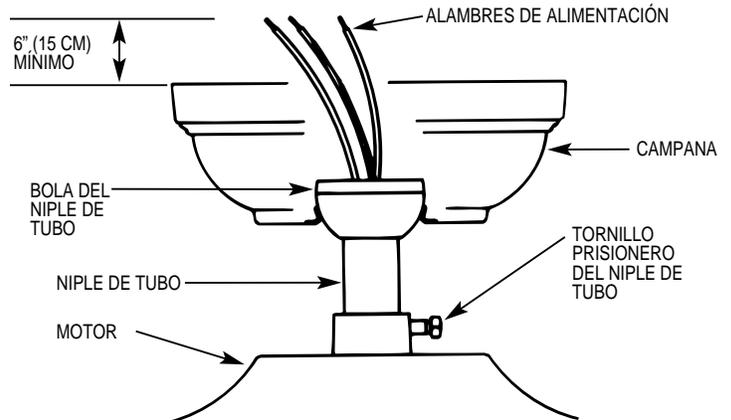

FIGURA 5B
A. Inserte el niple de tubo a través de la campana y pase los alambres de la parte superior del ventilador a través del niple. Atornille el niple de tubo en el adaptador de la parte superior del ventilador hasta que quede apretado (por lo menos 4-1/2 vueltas). Apriete el tornillo prisionero del adaptador en forma muy segura para fijar el niple en el adaptador del ventilador. Vea la Figura 5B. La falla en apretar seguramente este tornillo puede causar que se caiga el ventilador.